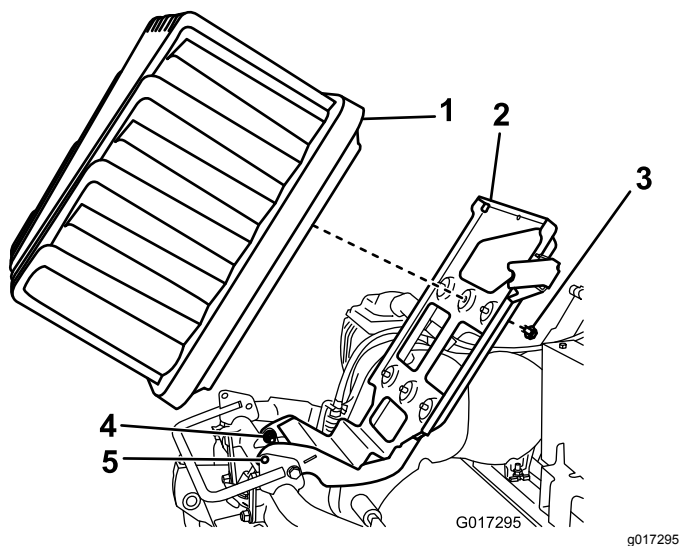

图12
5. 将 2 颗枢轴螺栓/螺母分别拧松半圈 (图12)。
6. 向上提起电池平台直至基座与机架中的锁定孔对齐 (图12)。